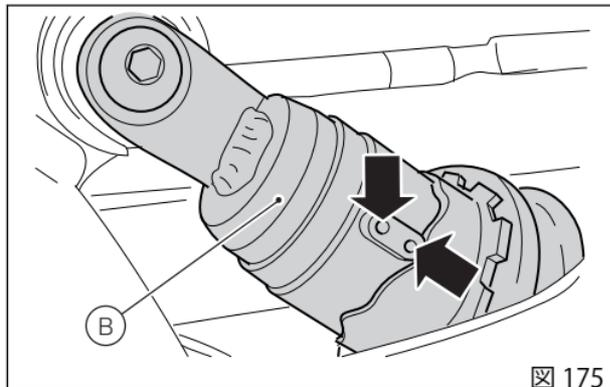

図 175
チェーン張力値は、リアショックアブソーバー (B) が初期状態、すなわちすべて緩めた位置から2クリックの状態にある場合にのみ有効です ((図 175) 参照)。